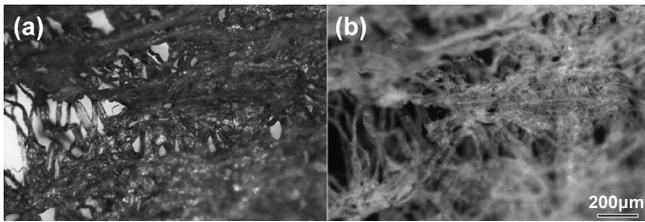

図8 (a)明視野像と(b)暗視野像の例。
- **明視野観察(BF)**と**暗視野観察(DF)**：普段意識せずに使用している観察方法は明視野法です。これは、試料表面に光を照射して反射してきた光をそのままレンズに取り込んで観察しています。つまり、反射面がレンズ方向に向いている箇所ほど明るく見えるということになります。これに対して、暗視野観察では光を円環状に試料へ照射(試料に対して斜め方向)して観察します。大雑把に述べると、表面から傾いている箇所からの反射光が、よりレンズ方向へと進みやすくなりますから、明るく見えるようになるということになります。表面のキズなどの凹凸を強調して観察することができます。観察には、円環状に光を照射できる照明機構と、その光を外周部から試料上へ照射できる機能が付加されている対物レンズが必要となります。図2ではこのBF/DF切り替えレバーが見えます。図8に明視野、暗視野像の一例を示しますので参照してください。